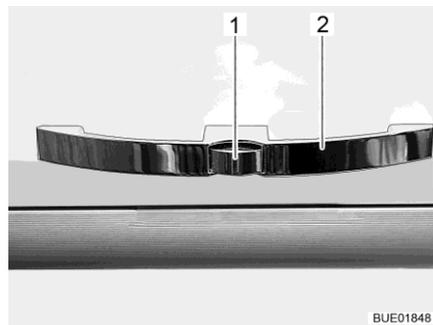

Bild 66 Möbelklappe mit Griff (Beispiel)
- Den Entriegelungsknopf (Bild 66,1) am Griff (Bild 66,2) drücken und gedrückt halten.